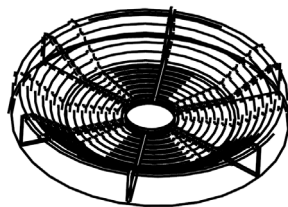

Fig.4
Hvis du ønsker, at emhætten skal arbejde med recirkulation, skal du benytte syntetiske kulfiltre (Fig. 4) samt et udledringsrør med indvendig diameter på Ø 120 mm.
2. Kulfiltre (2 stk - fig. 4)